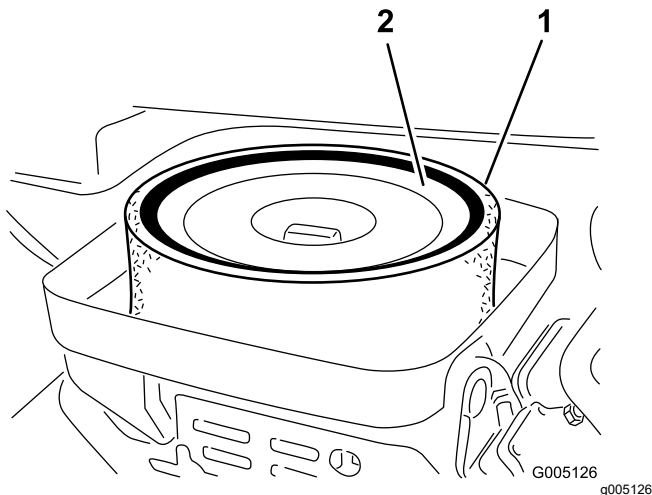

Figura 32
3. Retire la tuerca de orejeta que sujeta los elementos a la carcasa del limpiador de aire (Figura 32).
4. Si el elemento de espuma está sucio, sepárelo del elemento de papel (Figura 32). Límpielo a fondo, de la manera siguiente: